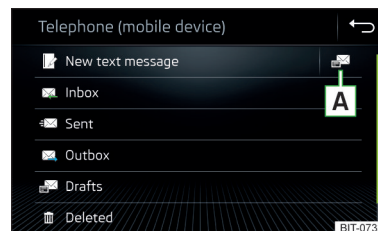

Fig. 155
- En el menú principal *Teléfono* pulse la superficie funcional , se visualiza el menú principal para mensajes de texto » fig. 155.
- Pulsar en el menú principal de los mensajes de texto la superficie funcional  » **fig. 155 de la pág. 147.**